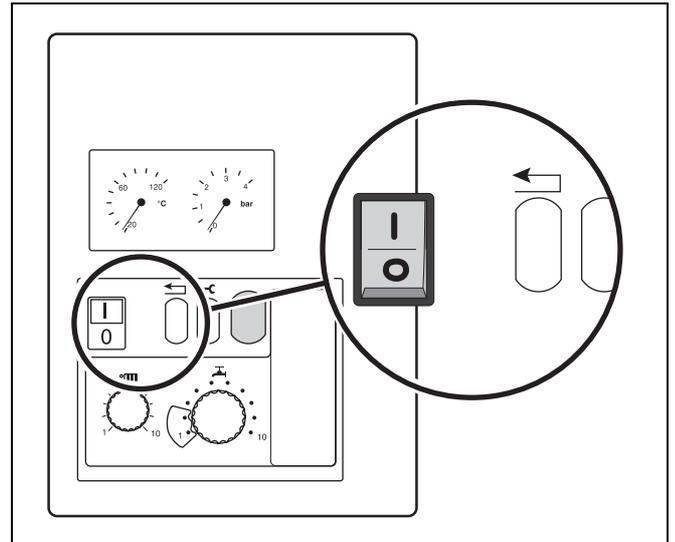

Fig. 30 Accendere il bruciatore
- Mettere l'interruttore di rete in posizione "I" (fig. 30). Dopo un tempo d'attesa di ca. 30s il bruciatore si accende.